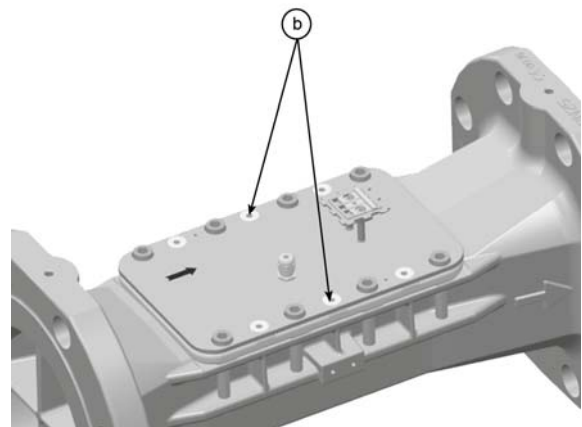

Рис. 16: Винты «b»
- Выкрутить 2 винта «b» (см. рис. 16).